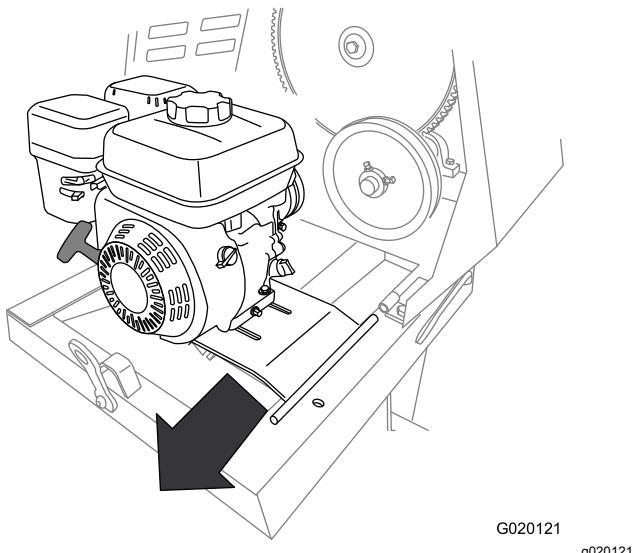

Figura 49
10. Deslice la chapa del motor hacia atrás para retirarla del soporte delantero de la bisagra (**Figura 49**).
11. Retire el motor y la chapa del motor de la máquina (Figura 49).
2. Alinee el pivote de la chapa del motor con el soporte delantero de la bisagra (Figura 49).
3. Deslice la chapa del motor hacia adelante encajando el pivote en el soporte delantero de la bisagra (Figura 49).
4. Alinee el soporte trasero de la bisagra con el pivote de la bisagra de la chapa del motor (Figura 49).